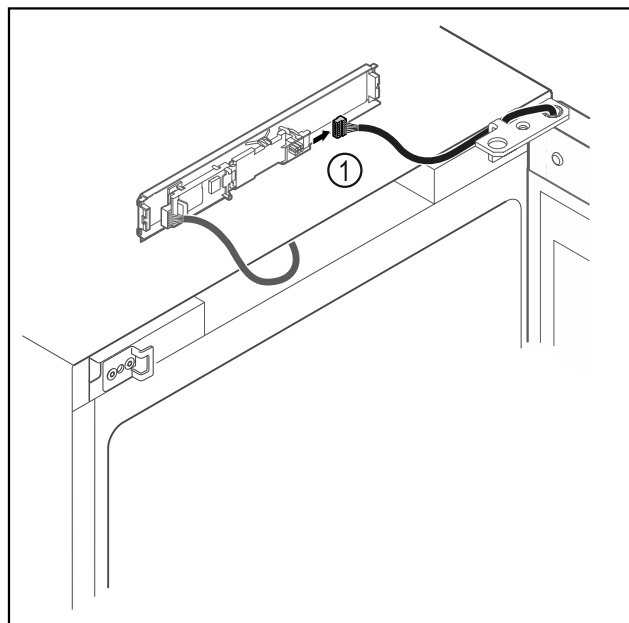

Fig. 9
► Scollegare il connettore Fig. 9 (1) dalla scheda.